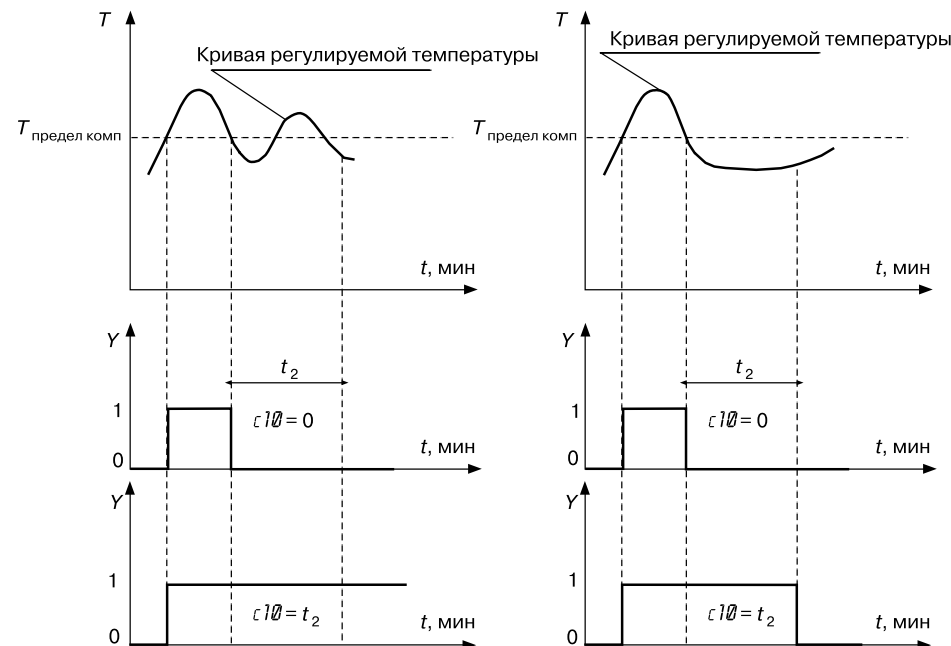

Рис. 21. Задержка отпущения компаратора: компаратор «не отпустил» **Рис. 22. Задержка отпущения компаратора: компаратор «отпустил»**
- если больше, то по истечении времени t_2 происходит отпускание компаратора (**рис. 21**).